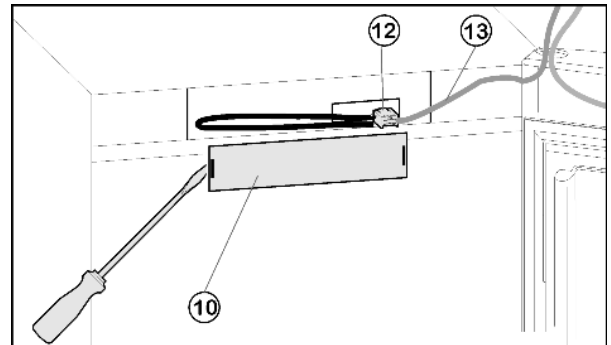

Fig. 8
- ▶ Снимите переднюю накладку Fig. 8 (10) с помощью плоской отвертки.
- ▶ Снимите контакт и извлеките разъём Fig. 8 (12).
- ▶ Высвободите из направляющей серый кабель Fig. 8 (13).